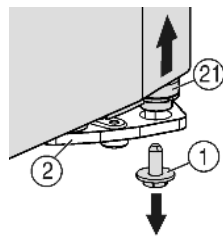
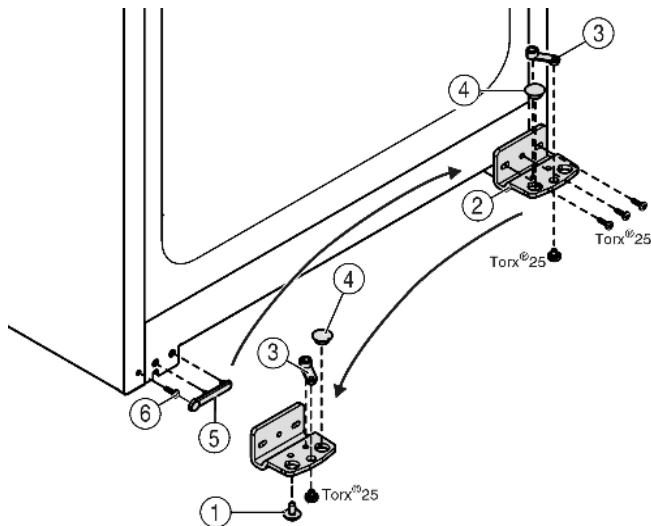

Fig. 5
Fig. 6
- ▶ Rechts onder aan de lagerbus de borgschroef Fig. 5 (1) uitdraaien.
- ▷ De lagerbout Fig. 5 (21) komt uit de lagerbus Fig. 6 (2) los.
- ▶ Indien de lagerbout Fig. 5 (21) niet los komt, de bout van onder naar boven drukken.
- ▶ Lagerbus Fig. 6 (2) losschroeven.
- ▶ Lagerdeel Fig. 6 (3) losschroeven en in het tegenoverliggende opnamegat van de lagerbus omzetten en weer vastschroeven.
- ▶ Stop Fig. 6 (4) uit de lagerbus verwijderen en in de tegenoverliggende opening van de lagerbus omzetten.
- ▶ Afdekking Fig. 6 (5) aan kant van de greep voorzichtig wegnemen.
- ▶ Schroef Fig. 6 (6) uitdraaien en aan de andere kant weer indraaien.
- ▶ Afdekking Fig. 6 (5) weer terugplaatsen.
- ▶ Lagerbus Fig. 6 (2) aan de nieuwe scharnierzijde evt. met behulp van een accuschroevendraaier weer **goed (met 4 Nm)** vastschroeven.
- ▶ Borgschroef Fig. 5 (1) onder in de lagerbout draaien en vastschroeven (**met 4 Nm**).